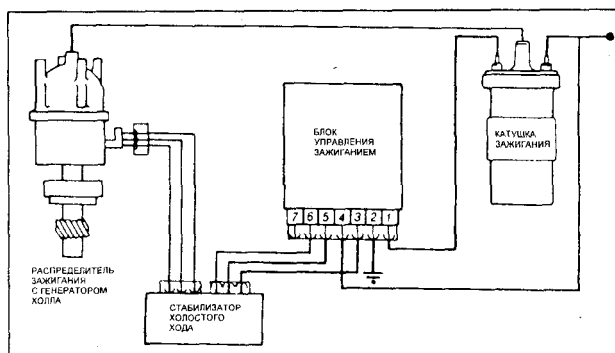

Рис. 10-54.
- В данной системе используется генератор Холла (индукционная катушка), блок управления зажиганием и катушка зажигания (рис. 10-54).